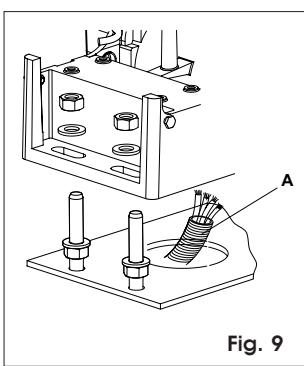

Fig. 9
- 2) Collegare l'operatore sulla piastra utilizzando le rondelle e i dadi in dotazione come da Fig.9.
Durante tale operazione fare passare i cavi attraverso l'apposita fessura presente nel corpo riduttore dell'operatore (Fig.9 rif.A).